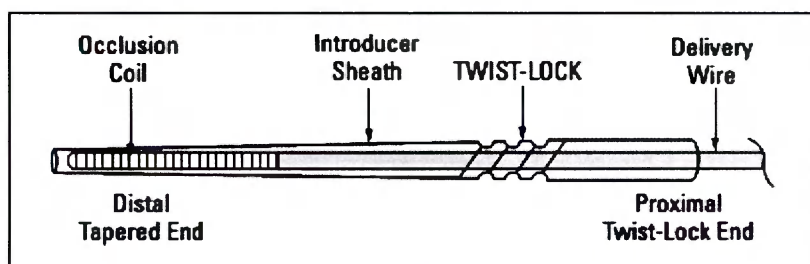

Рис. 6. Оболочка интродьюсера
9. Выпустите спираль Interlock – 35 внутри оболочки интродьюсера, аккуратно сжимая оболочку интродьюсера с обеих сторон механизма с поворотным замком и вращая проксимальную сторону против часовой стрелки (рис. 6 и 7).